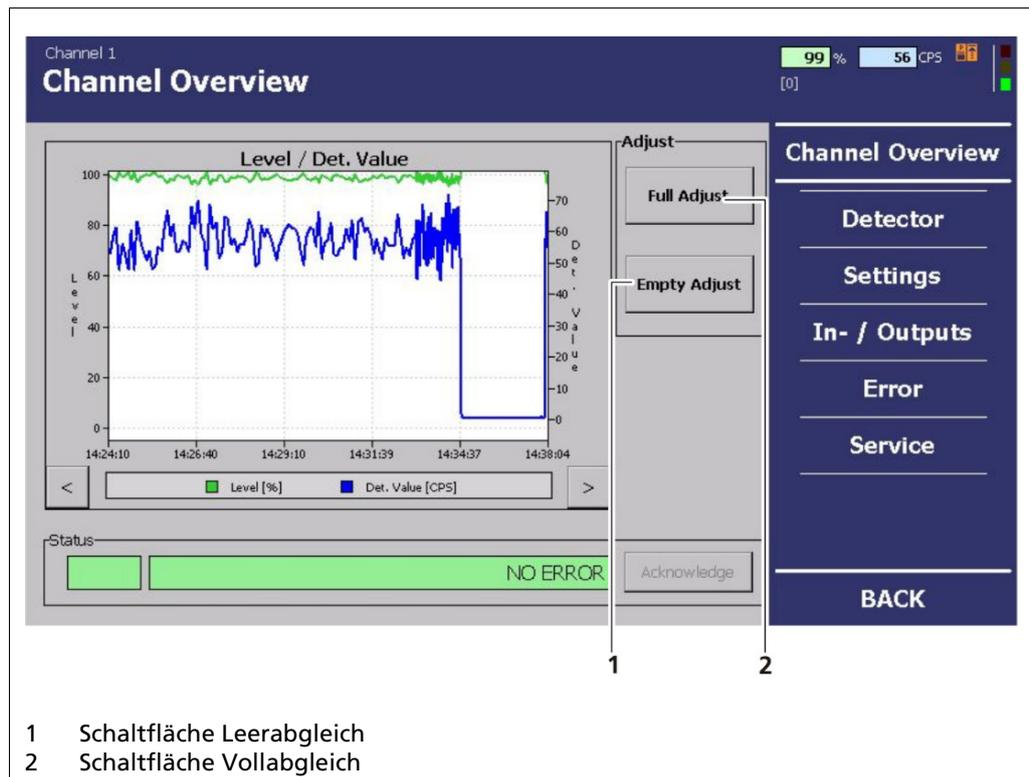

Abb. 52 Menü „Kanalübersicht“, Abgleiche
- ▶ Das Menü „Kanalübersicht“ (Abb. 52) wird geöffnet.
2. Um einen Leerabgleich (Einlesen des 0%-Wertes) durchzuführen, klicken Sie auf **<Leerabgleich>** (Abb. 52, Pos. 1). Alternativ können Sie den Digitaleingang 1 schließen. In diesem Fall wird keine Bestätigungsmeldung geöffnet und der Leerabgleich kann direkt von der Gießbühne aus gestartet werden.
3. Soll ein Vollabgleich (100%-Wert) durchgeführt werden, klicken Sie auf **<Vollabgleich>** (Abb. 52, Pos. 2). Alternativ können Sie den Digitaleingang 2 schließen. In diesem Fall wird keine Bestätigungsmeldung geöffnet und der Vollabgleich kann direkt von der Gießbühne aus gestartet werden.